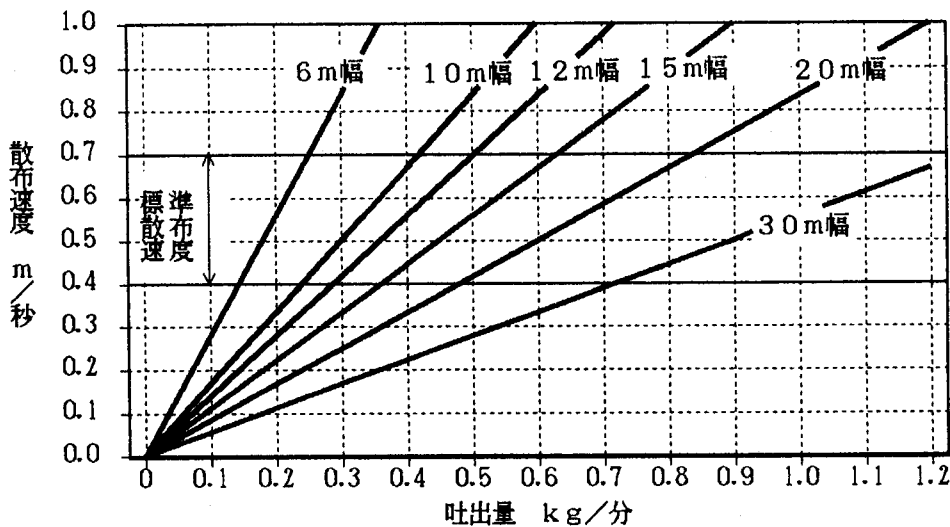

図2 有効散布幅の違いによる粒剤の吐出量と散布速度の関係
3. 歩行速度：通常は3kg粒剤散布時と同等	図2参照のこと
2. 歩行速度：通常は3kg粒剤散布時と同等	図2参照のこと
イ 有効散布幅の違いによる単位時間当たりの吐出量(kg/分)と歩行速度(m/秒)の関係を図2に示した。